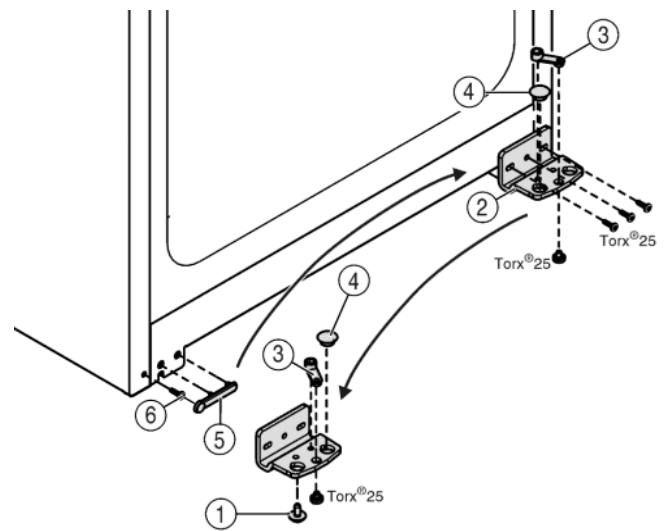

Fig. 5
- ▶ Lagerbock Fig. 5 (2) abschrauben.
- ▶ Lagerteil Fig. 5 (3) abschrauben und in das gegenüberliegende Aufnahmeloch des Lagerbocks umsetzen, wieder festschrauben.
- ▶ Stopfen Fig. 5 (4) aus dem Lagerbock herausnehmen und in das gegenüberliegende Aufnahmeloch des Lagerbocks umsetzen.
- ▶ Griffseitige Abdeckung Fig. 5 (5) vorsichtig abheben.
- ▶ Schraube Fig. 5 (6) herausdrehen und auf der Gegenseite wieder einsetzen.
- ▶ Abdeckung Fig. 5 (5) wieder aufsetzen.
- ▶ Lagerbock Fig. 5 (2) auf der neuen Scharnierseite **fest (mit 4 Nm)** ggf. mit Hilfe eines Akkuschräubers wieder festschrauben.